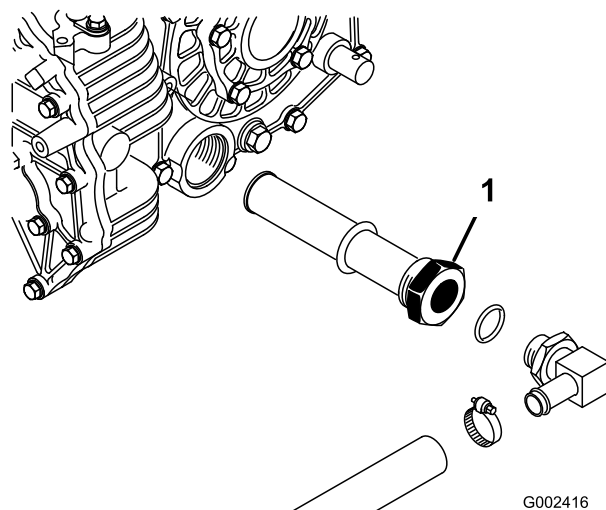

Figura 78
2. Retire o bujão de dreno (Figura 78) lateral do reservatório e deixe o fluido escorrer para um recipiente adequado.